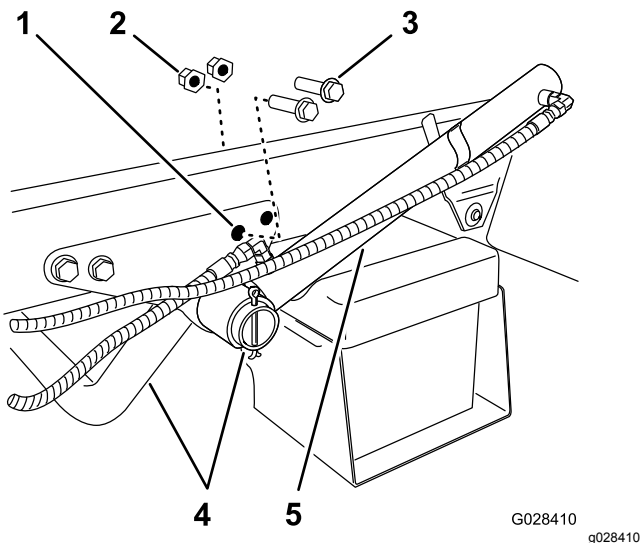

Figura 6
1. Retire los dos pernos con arandela prensada traseros y las dos contratuercas con arandela prensada que fijan el soporte de sujeción del tubo del motor al bastidor de la máquina (Figura 6).
2. Gire el cilindro de elevación hasta obtener el espacio necesario para instalar el soporte de sujeción del patín del depósito (Figura 6).